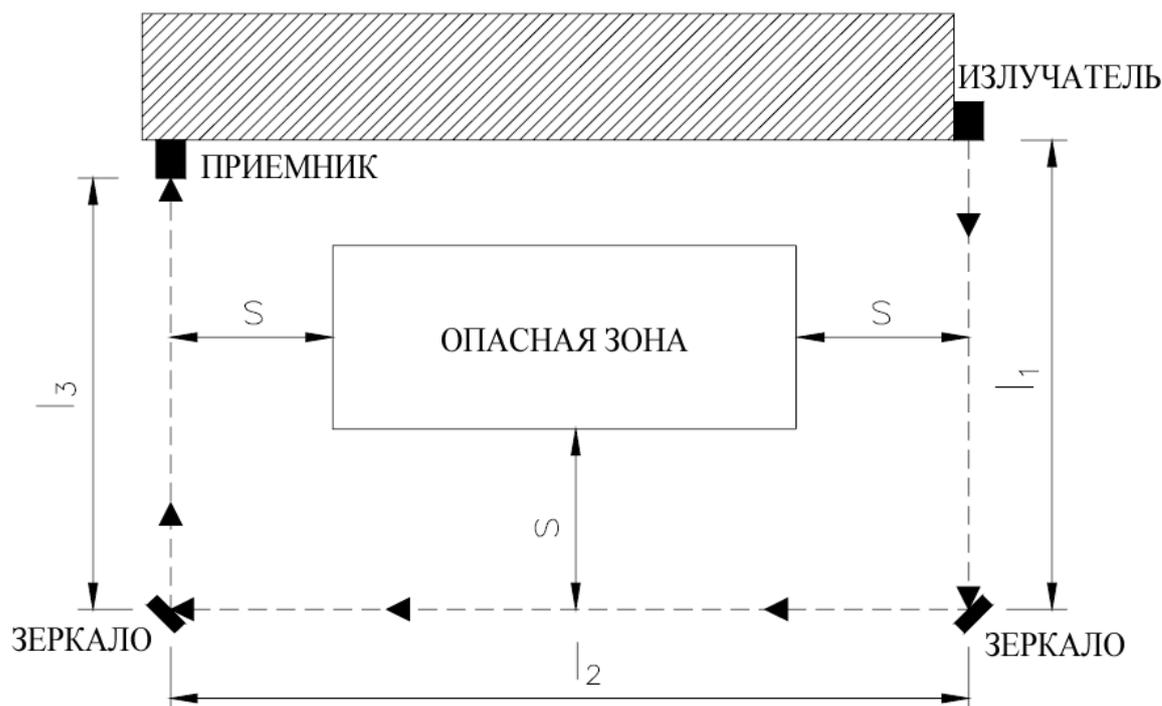

Рис. 13
- Располагайте зеркала так, чтобы соблюсти минимальное расстояние безопасности S (Рис. 13) с каждой стороны доступа в опасную зону.